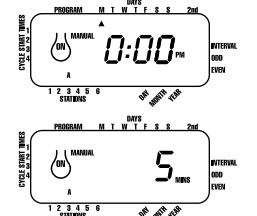

ABBILDUNG 13: Manuelle Bewässerung Station 3, fünf Minuten
- Um eine Station zu überspringen, WEITER drücken, bis der Cursor über der Stationsnummer blinkt, die Sie programmieren möchten. Beispiel: Um Station 3 auf 5 Minuten einzustellen, die MANUELL-Taste drücken; dann die WEITER-Taste fünfmal drücken, um die manuelle Betriebsart auszuwählen und zur Bewässerung an Station 3 vorlaufen zu lassen; mit der „+“- oder „-“-Taste die Bewässerungsdauer manuell auf fünf Minuten einstellen; dann EINGABE drücken [siehe Abb. 13].